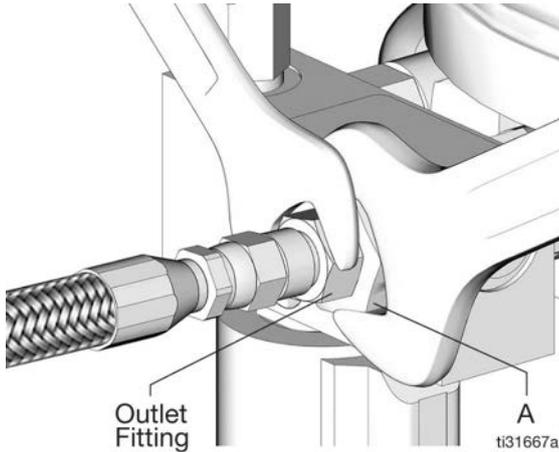

FIG. 30
1. Afloje el accesorio de salida de la bomba (FIG. 30).